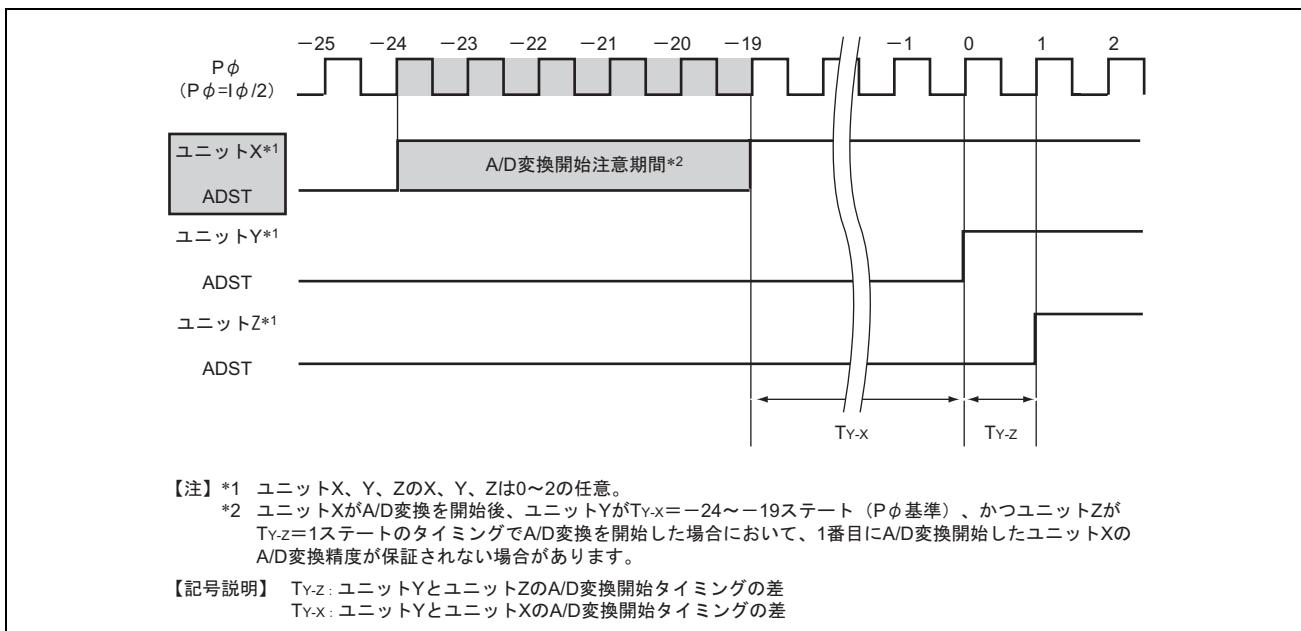

図 19.17 1番目に A/D 変換を開始したユニット X の、A/D 変換精度が保証されない場合の動作タイミング 2
- 図19.17に示すようにユニットXがA/D変換を開始後、ユニットYが $T_{Y-X} = -24 \sim -19$ ステート ( $P\phi$ 基準)、かつユニットZが $T_{Y-Z} = 1$ ステートのタイミングでA/D変換を開始した場合において、1番目にA/D変換開始したユニットXのA/D変換精度が保証されない場合があります。